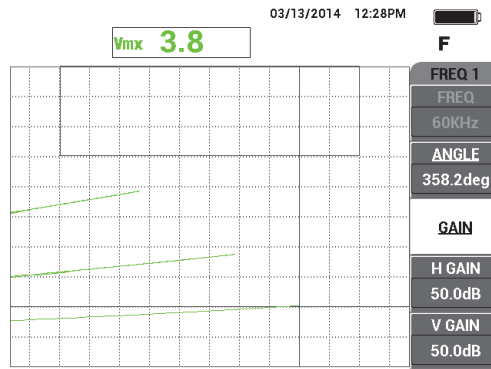

Figura 5-79 Sinais de amostras de condutividades diferentes
- Coloque a sonda, sucessivamente, em amostra com condutividade de 17%, 32% e 45% e, em seguida, pressione a tecla FREEZE (  ) ao concluído (veja Figura 5-79 na página 188).